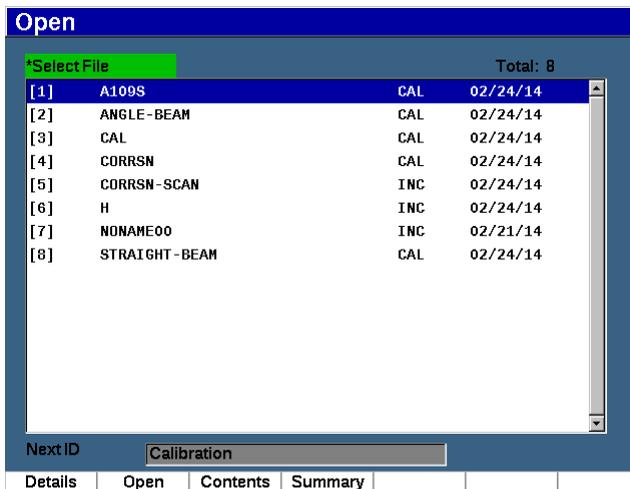

Рис. 10-6 Страница Open (Открыть)
1. Выберите **File > Open** [Файл > Открыть] (см. Рис. 10-6 на стр 210).